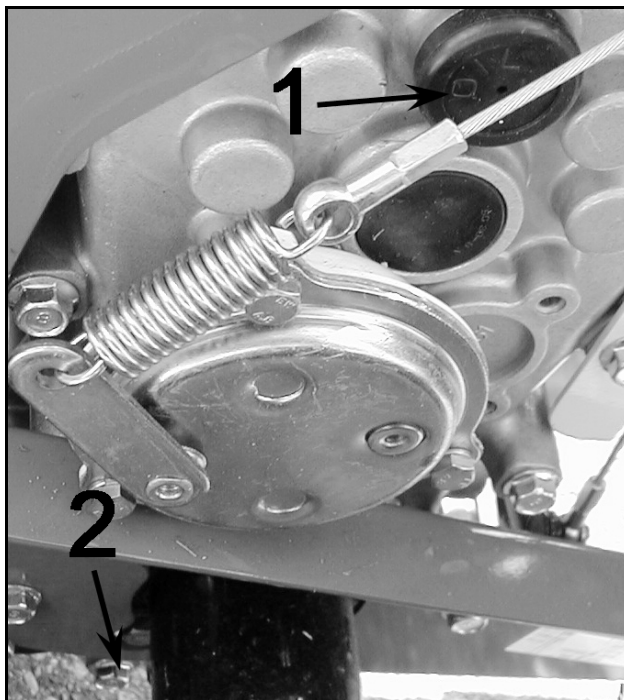

Figura 10
- Livello olio trasmissione (Figura 10):
- Controllare il livello togliendo il tappo in gomma (1, Figura 10): l'olio deve essere visibile dal bocchettone.